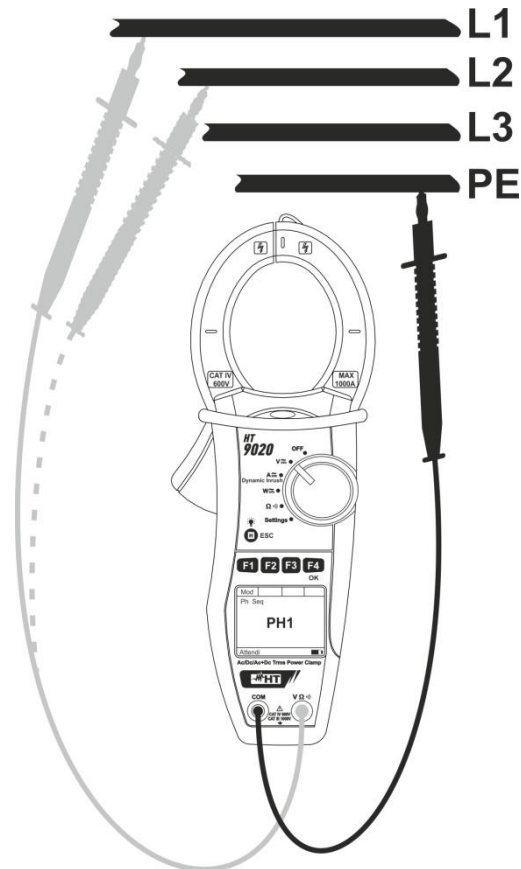

Fig. 7: Verificação da sequência das fases
4. Inserir o cabo vermelho no terminal de entrada **VΩ**, o cabo preto no terminal de entrada **COM** e colocar as ponteiros respetivamente na fase L1 e na referência de terra (PE) do circuito em exame (ver Fig. 7)
7. O instrumento mostra a mensagem “**PH2**” e aguarda pela deteção da fase L2. Conectar a ponteira vermelha à fase L2 (ver Fig. 7)